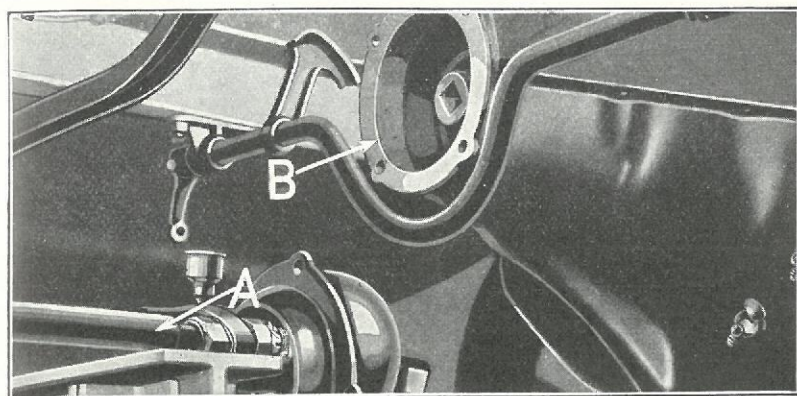

Fig. 316
- 550** Bagakselsystemet kan nu adskilles fra Gearkassen ved at trække Bagakselsystemet tilbage og lægge Kardanakslen ned paa en Buk (Fig. 316).
- 552** Træk Kugleskaalen af Drivakslen (Fig. 316-B).